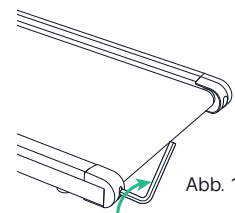

Abb. 1
- Besteht Versatz des Laufbandes nach links, bitte mit dem Sechskantschlüssel die linke Schraube der Stützwalze im Uhrzeigersinn um 1/4 Umdrehung drehen (siehe bitte Abb. 1).